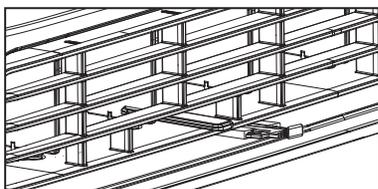

Figure 1 (ÉVENT FERMÉ)
1. Faire recirculer l'air à l'intérieur de la pièce - événement fermé (voir Fig. 1)